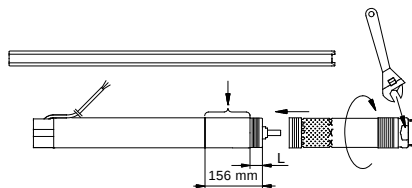

Fig. 6
1. Placér motoren horisontalt i en skruestik og spænd denne. Se fig. 6.
Der må bruges en skruenøgle på pumpedelens spændeflader. Se fig. 6.